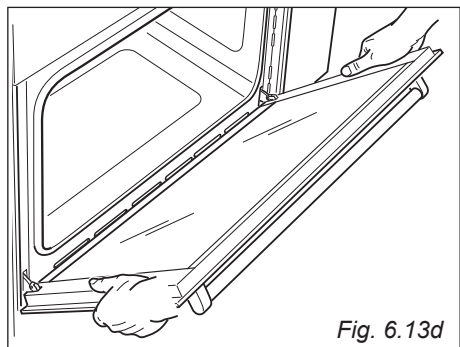

Fig. 6.13d
- Impugnare la porta come illustrato in fig. 6.13d.